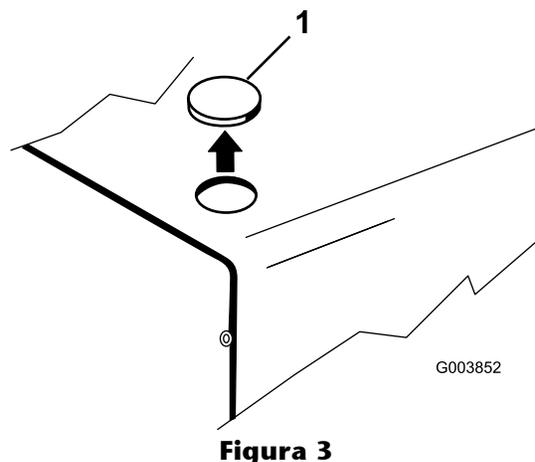

Figura 3
- Togliete il tappo dal foro presente nell'angolo anteriore sinistro del cofano (Figura 3).